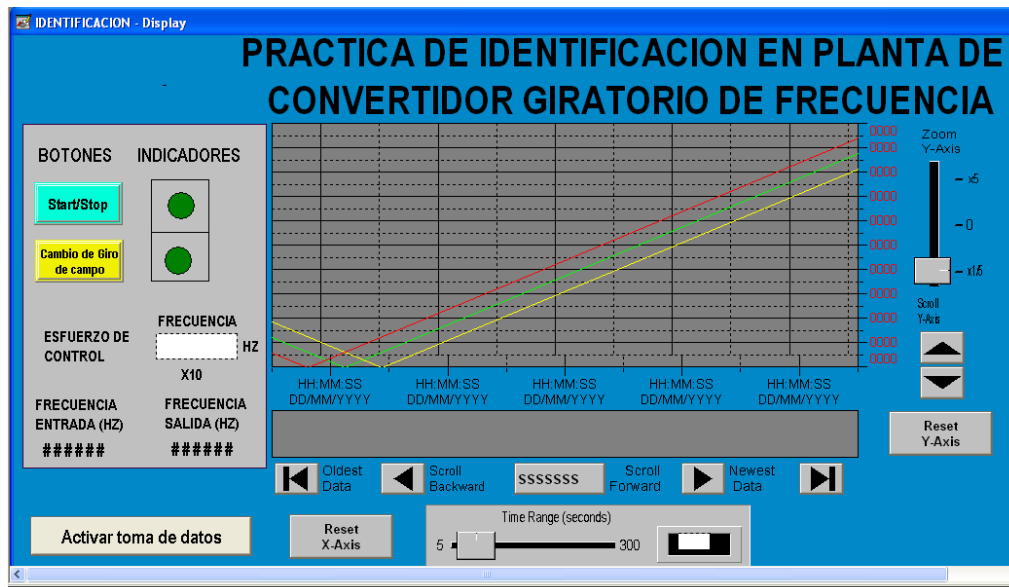

Figura 20. Supervisorio planta de conversión giratoria de frecuencia.
f) Para abrir el supervisorio, en la ventana IDENTIFICACION busque la carpeta graphics y seleccione Display con lo que aparecerá a la derecha de la ventana algunas opciones dentro de estas seleccione identificación (dándole doble click con lo que desplegara la figura 20)